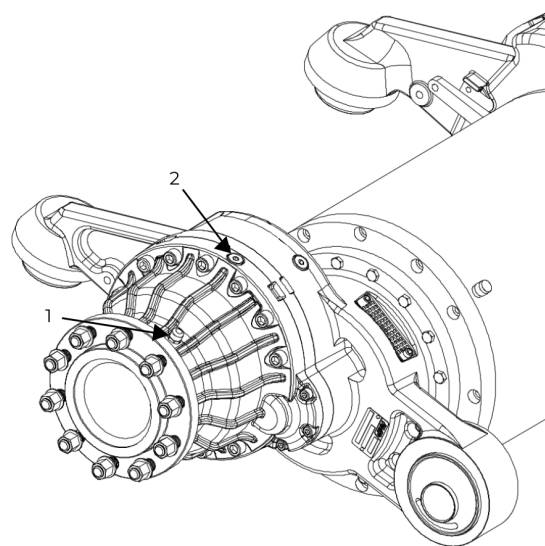
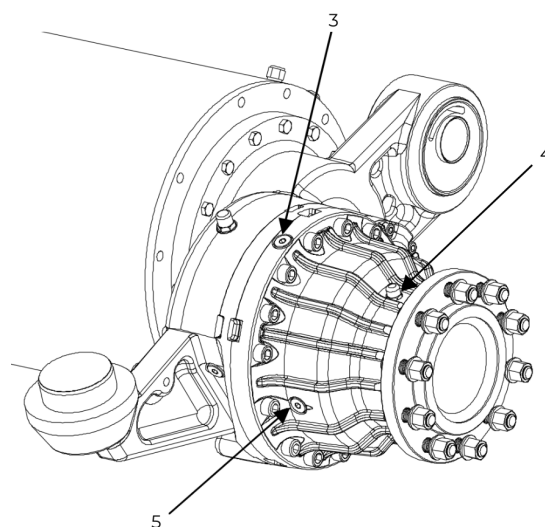

Figure 54. Emplacement des bouchons de vidange.
Figure 55. Emplacement des bouchons de remplissage et du bouchon de niveau d'huile.
2. Retirer les bouchons de vidange (1) et (2) pour vider l'huile (voir figure 54).
3. Après la vidange, réinstaller les bouchons de vidange (1) et (2).
4. Localiser et retirer les bouchons de remplissage (3) et (4) (voir figure 55).
5. Recharger l'huile à travers les bouchons de remplissage (3) et (4) jusqu'à ce qu'elle atteigne le niveau requis, en veillant à ce qu'elle ne déborde pas, mais qu'elle remplisse jusqu'à ce qu'elle déborde par le bouchon de niveau d'huile (5) (voir figure 55).